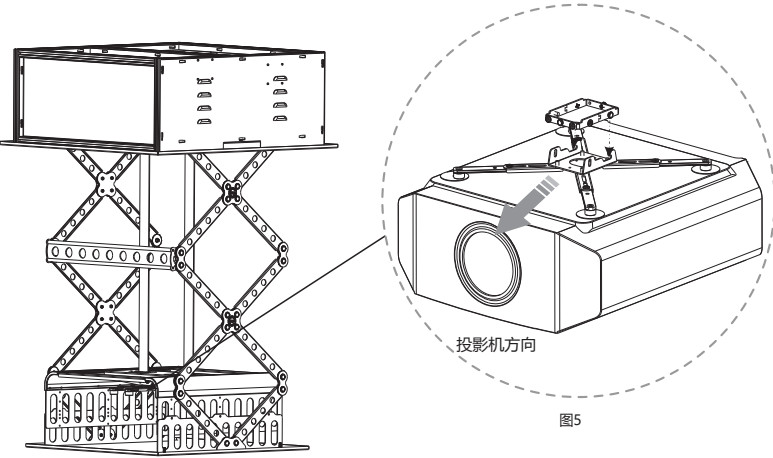

图5
5.将安装脚位固定在投影机上，注意投影机的方向要与吊架的方向一致；可使用六角扳手拧松安装脚的螺丝，调节脚位的长度以便安装。投影机安装完成后，托住投影机向上使吊架的铆钉扣入万向节（如图5所示），调整好投影机的投影角度后，即可将万向节两旁的螺丝锁紧固定。